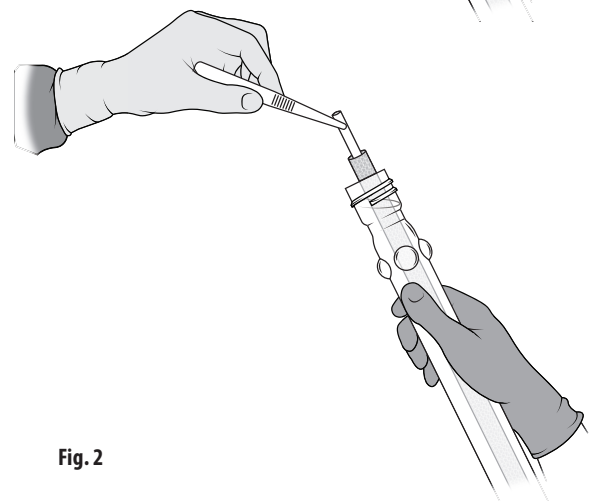

Fig. 2
4. Il mandrino galleggia al di sopra dell'apertura del tubo. Rimuovere in modo asettico la protesi dal tubo afferrando l'estremità del mandrino e sollevandolo delicatamente dal tubo. Fig. 2. Evitare che la protesi tocchi il bordo superiore esterno del tubo. La "T" nella parte inferiore del mandrino impedisce all'innesto di scivolare fuori dal mandrino.